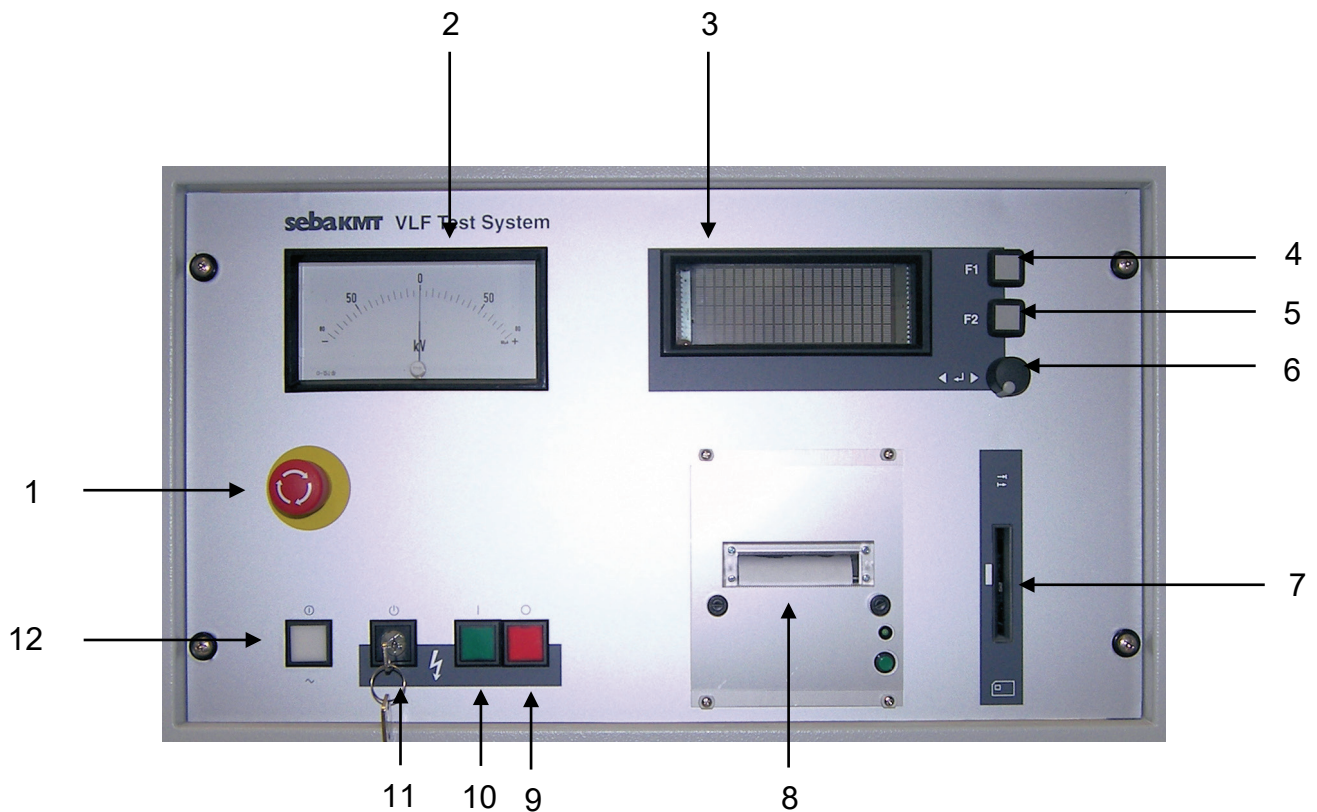

Bild 3 Bedienteil - Frontseite
- **Restzeit** z.Bsp. **31:45** oder nach Aufruf mit Menü-Taste F1 (Bild 3; Punkt 4)